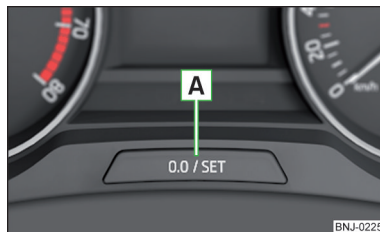

Fig. 41
- Apăsăți tasta **A** » fig. 41 și mențineți-o apăsată, până când pe afișaj se afișează punctul de meniu **!Service**.